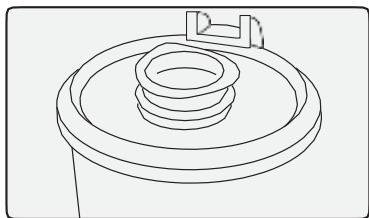

Рис. 4
3. Для предотвращения потерь тепла во время приготовления пищи (Рис. 4). С помощью мерного стакана можно добавлять жидкость в кувшин, установив стакан на крышку.